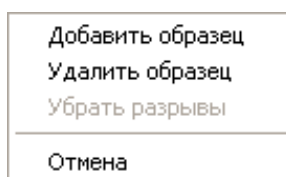

Рисунок 14 – Контекстное меню таблицы измерений
- Имеется возможность оперативно удалять и добавлять строки в таблице измерений, а также удалять пустые строки между измерениями. Эти действия производятся с помощью контекстного меню, вызываемого щелчком правой кнопки мыши на таблице (Рисунок 14). Однако, следует помнить, что в таблице измерений не может быть более 20-ти образцов. По достижении этого количества, соответствующий пункт меню блокируется, и дальнейшее добавление образцов невозможно.